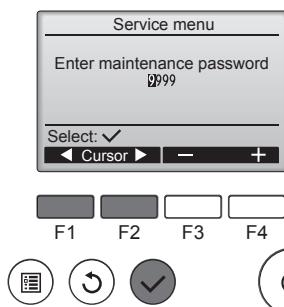

Fig. 6-2
① Selezionare "Service" (Servizio) da Menu princ, quindi premere il pulsante .
② Selezionando il Menu di Servizio, viene visualizzata una finestra che invita a digitare la password. (Fig. 6-2)